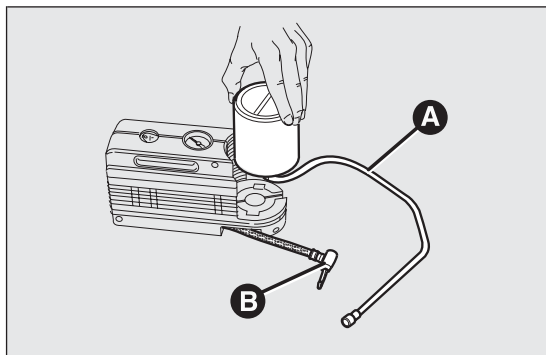

fig. 141
- desacoplar el acoplamiento B fig. 141;